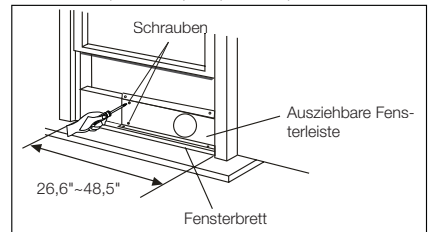
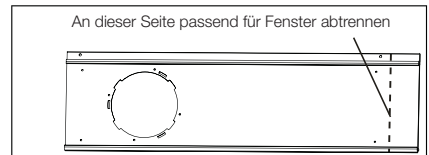
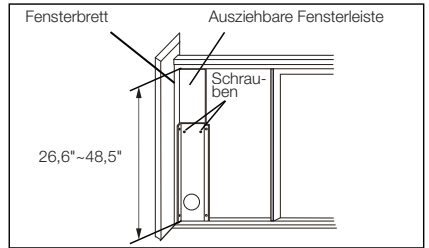

Abb. 13
Abb. 14
Abb. 19
2. Öffnen Sie das Schiebefenster, und positionieren Sie die ausziehbare Fensterleiste auf dem Fensterbrett (Abb. 13). Befestigen Sie die ausziehbare Fensterleiste am Fensterbrett. Passen Sie die Länge der ausziehbaren Fensterleiste entsprechend der Fensterbreite an. Schrauben Sie anschließend die zwei Schrauben in die ausziehbare Fensterleiste ein. Siehe Abb. 13. Schneiden Sie die ausziehbare Fensterleiste ggf. zu, wenn das Fenster schmaler als 67,6 cm (26,6 Zoll) ist (Abb. 14).
- Öffnen Sie das Schiebefenster, und positionieren Sie die ausziehbare Fensterleiste auf dem Fensterbrett. Siehe Abb. 19. Befestigen Sie die ausziehbare Fensterleiste am Fensterbrett. Passen Sie die Länge der ausziehbaren Fensterleiste entsprechend der Fensterhöhe an. Schrauben Sie anschließend die zwei Schrauben in die ausziehbare Fensterleiste ein. Siehe Abb. 19. Schneiden Sie die ausziehbare Fensterleiste ggf. zu, wenn die Fensterhöhe weniger als 67,6 cm (26,6 Zoll) beträgt (Abb. 14).